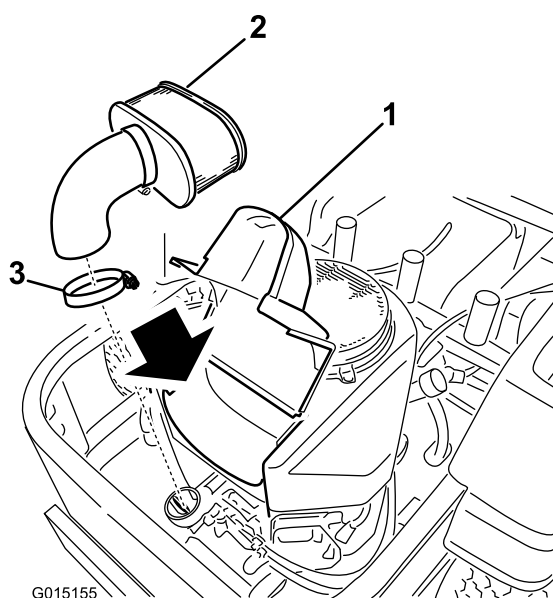

Figure 42
3. Nettoyez la surface autour du couvercle du filtre à air pour éviter que des impuretés ne s'introduisent dans le moteur et l'endommagent. Soulevez le couvercle et déposez le collier qui fixe l'ensemble filtre à air au moteur (Figure 42).
4. Desserrez le collier de flexible et retirez l'élément en papier (Figure 42).